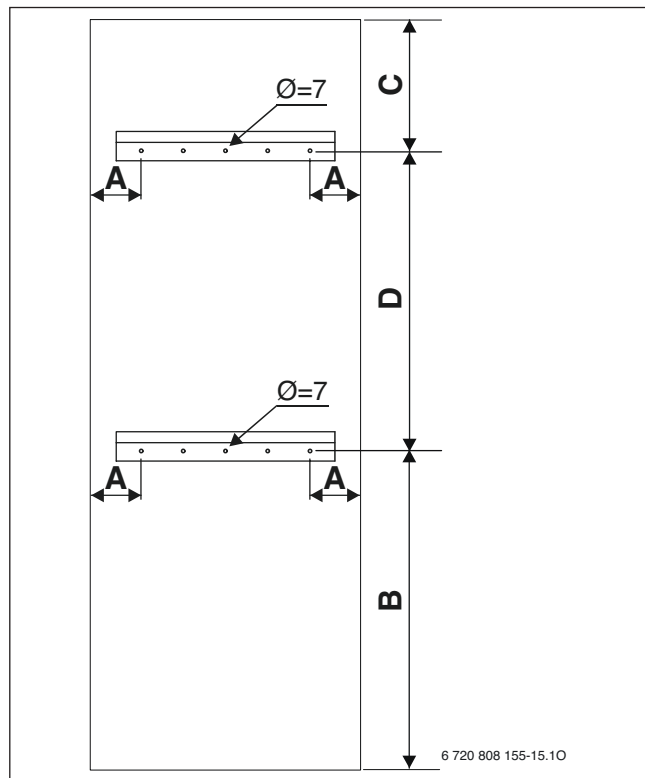

Fig. 31 THR...M75V
- ▶ Eseguire i fori per la staffa di montaggio, attenendosi alle seguenti dimensioni (→ Fig. 31, 30 e Tab. 29):